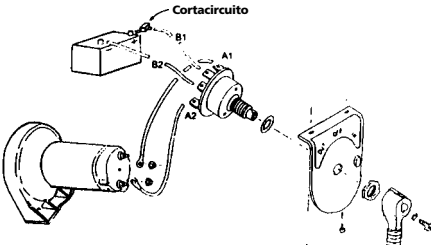

Figura 4
Superwinch ofrece un interruptor giratorio reforzado de tres (3) posiciones (pieza número 1591). El interruptor Superwinch tiene una derivación interna para proporcionar frenado dinámico con el fin de ayudar al freno del cabrestante (vea la figura 4).